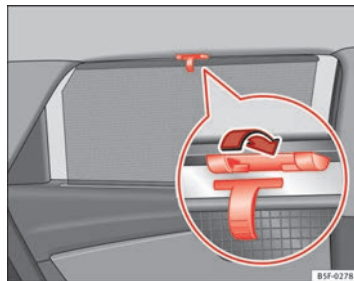

Fig. 69 Estore traseiro: cortina de protecção contra o sol
- Desenrole a cortina e engate-a no gancho situado no centro da moldura superior da porta ⇒ Fig. 69.